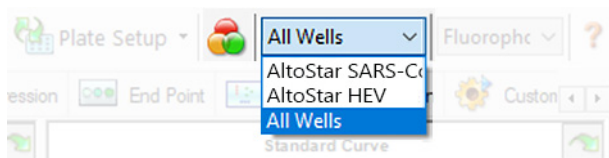

Figura 4: Botão Well Group (Grupo de Poços) e menu pendente Well Group (Grupo de Poços)
Na janela Data Analysis (Análise de Dados), certifique-se de que seleciona o **Well Group** (Grupo de Poços) do kit AltoStar® SARS-CoV-2 RT-PCR Kit 1.5. Deste modo, clique no menu pendente **Well Group** (Grupo de Poços) junto do botão **Well Group** (Grupo de Poços) (consulte a figura 4) da barra de ferramentas. Não utilize o **Well Group** (Grupo de Poços) «All Wells» (Todos os Poços). A seleção na figura 4 é utilizada como uma vista geral de exemplo.
1. Na janela Data Analysis (Análise de Dados), certifique-se de que seleciona o **Well Group** (Grupo de Poços) do kit AltoStar® SARS-CoV-2 RT-PCR Kit 1.5. Deste modo, clique no menu pendente **Well Group** (Grupo de Poços) junto do botão **Well Group** (Grupo de Poços) (consulte a figura 4) da barra de ferramentas.